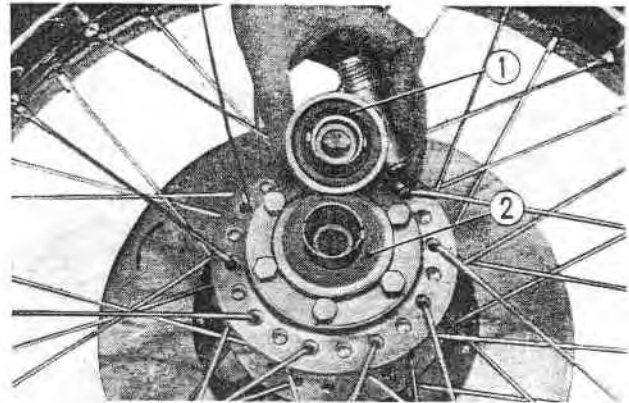

Fig. 13-12 ① Boîtier d'engrenages
5. Passer l'axe de roue avant au travers du boîtier d'engrenages à partir du côté droit et bloquer l'écrou d'axe de roue avant (Fig. 13-12)